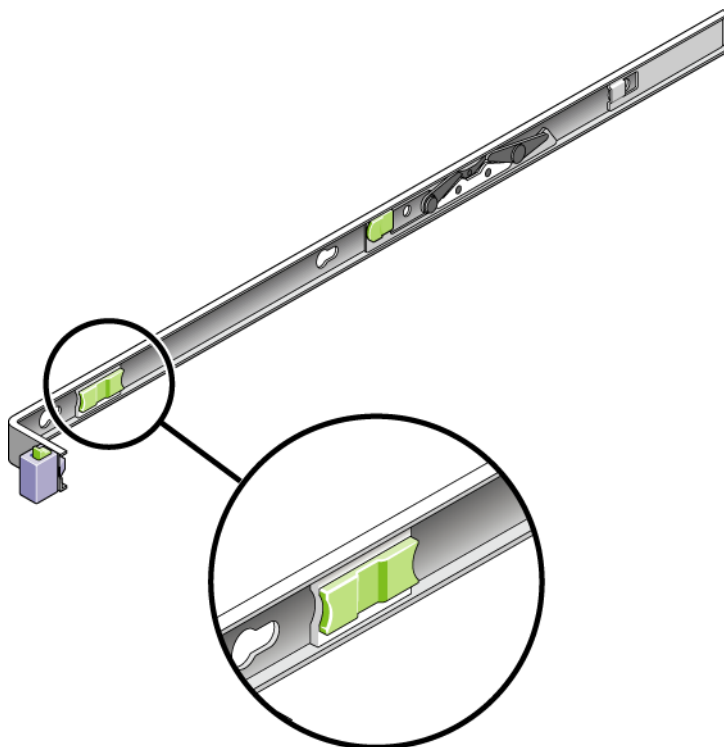

FIGURA 2-15 Pestillo para desbloquear las guías
6. Presione al mismo tiempo los dos pestillos de desbloqueo de las guías (FIGURA 2-15) y deslice el servidor hasta el fondo del bastidor.